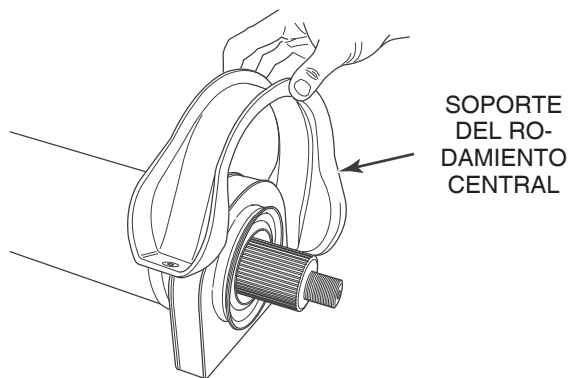

Figura 9.9
1. Retire y descarte el soporte del rodamiento central. Figura 9.9.